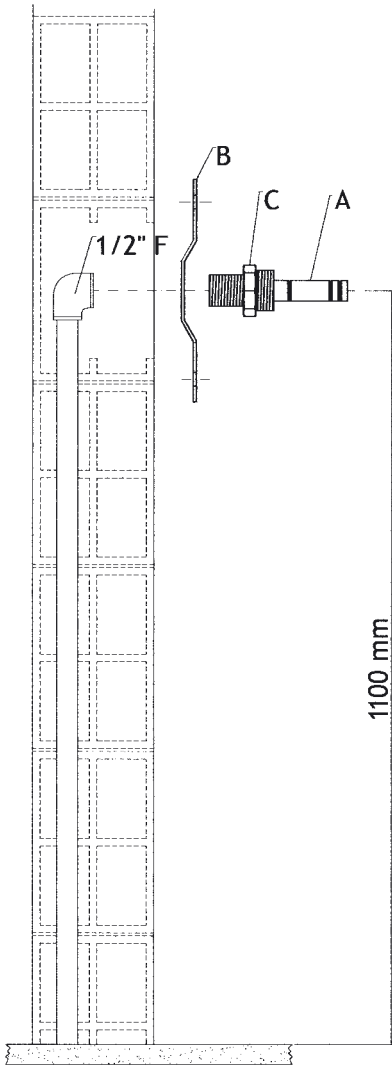

FIG. 2
- Predisporre la distanza delle tubazioni con uscita 1/2"F a 130 mm (fig. 1). Distanza ideale consigliata dal pavimento 1100 mm (fig. 2).
- Prepare in the indicated position and distance (130 mm) (fig.1) the hot and cold water tubes with 1/2"F thread. Ideal distance from the floor is 1100 mm (fig.2).
- Warm- und Kaltwasser-Anschlüsse mit 1/2" F Gewinde in der angegebenen Position und Abstand (130 mm) (Abb. 2) vorbereiten. Ideal-Abstand vom Boden ist 1100 mm.
- Préparer à la distance de mm 130 (fig.1) les tuyaux pour l'eau chaude et froide mesurant 1/2" F. La hauteur idéale du plancher serait de mm 1100 (fig.2).